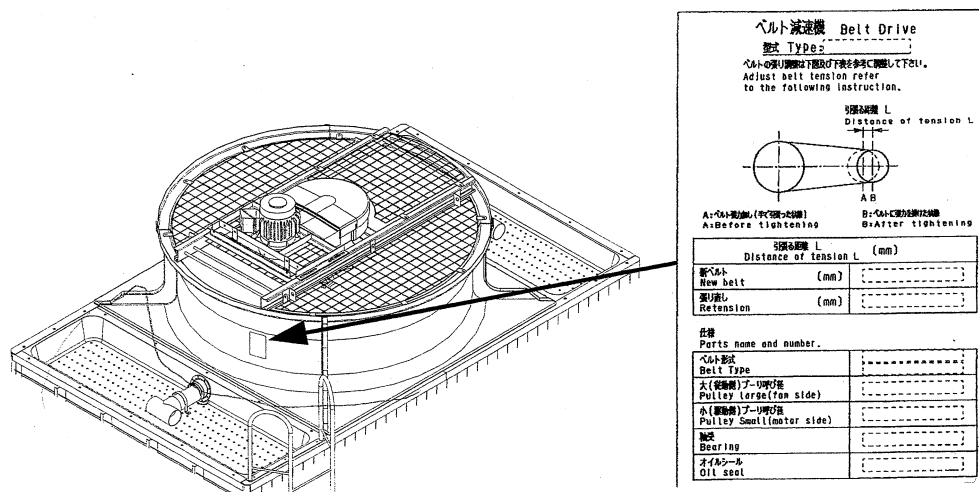

図10-4 ベルト減速機ラベル
- g. 引っ張る距離（L）は別に定めた規定値とする。（図10-4 ベルト減速機ラベルを参照）
下記のラベル貼付位置および図10-4 ベルト減速機ラベルを参照してください。